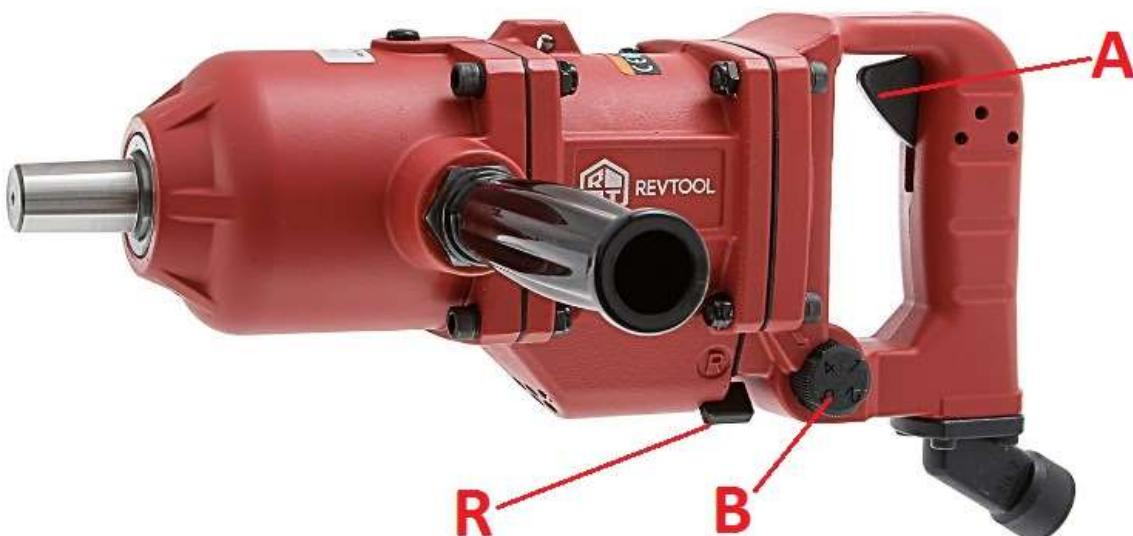

Рис.2
Включайте реверс (обратный ход) переключателем (R) только после полной остановки шпинделя инструмента (Рис.2)